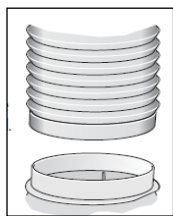

图. 6
连接排气管 (图. 6 & 6.1)
- 直接把 $\varnothing 150\text{mm}$ 管连接到排气口并固定 (图. 6).